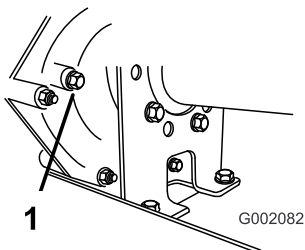

Figure 56
2. Enlevez le boulon de l'orifice de l'indicateur de niveau (Figure 56).